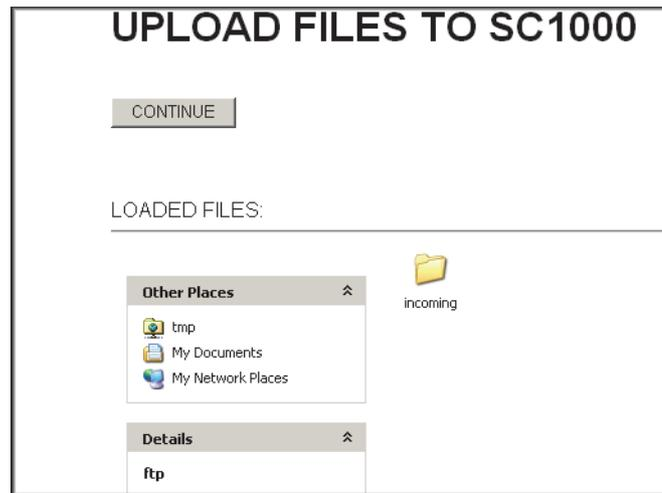

Abbildung 13 Dateien übertragen
11. Die Dateien kopieren und in das Verzeichnis **incoming** im Internet Browser einfügen (Abbildung 13).